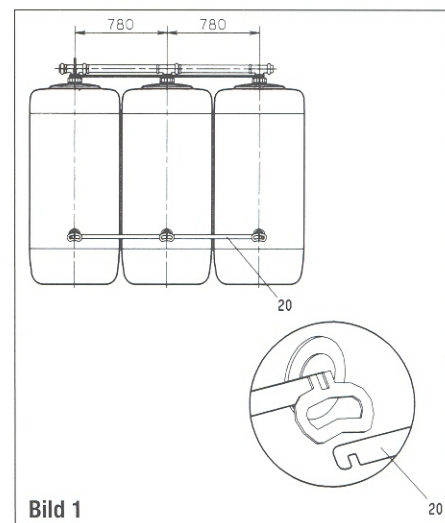

Bild 1
der Distanzlaschen (20) in die bei hochgestellten Tragegriffen vorstehenden Arretierungsnocken, sind die Griffe wieder herunterzuklappen (siehe Bild1).